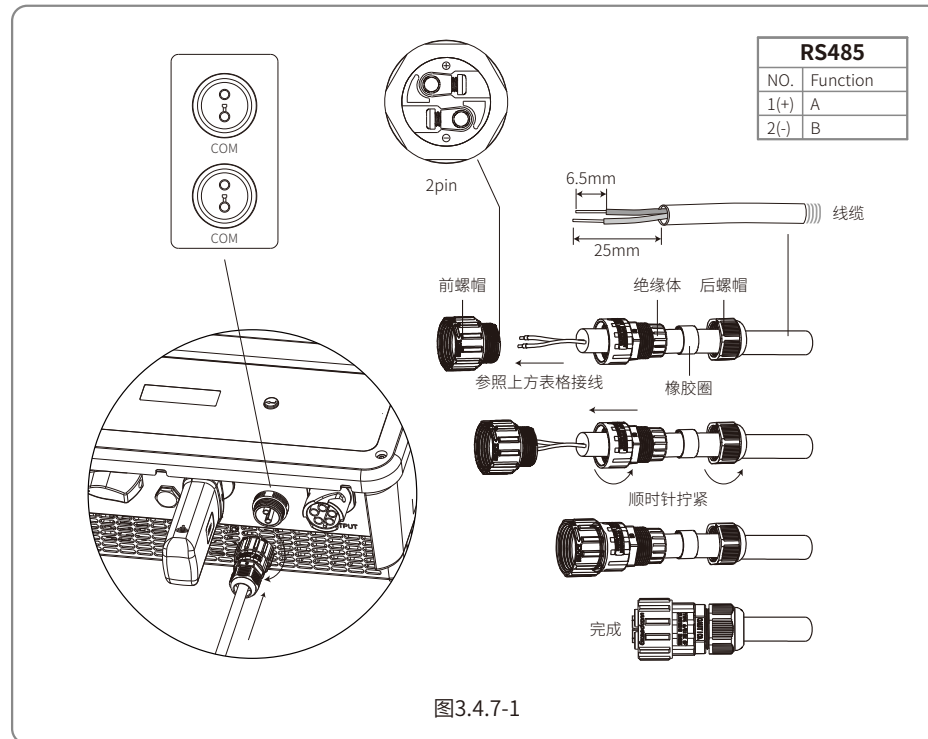

图3.4.7-1
1. 将RS485通讯线依次穿过后螺帽、橡胶圈和绝缘体，将通讯线按照线序连接在金属端子上，接线线序参考图3.4.7-1中的表格；